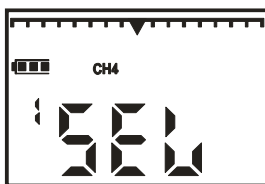

Рисунок 9.5
3) кнопкой "РЕЖИМ" выбрать необходимый газ (рисунок 9.5), кнопкой  зафиксировать выбор, после чего газоанализатор выключается.